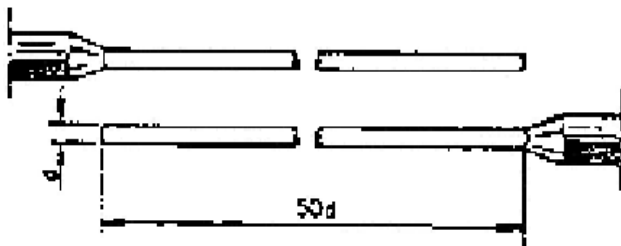

Fig.3
- a) Marque com o canivete, sobre o extremo desse condutor, uma distância de aproximadamente 50 vezes o diâmetro desse condutor (Fig.3).